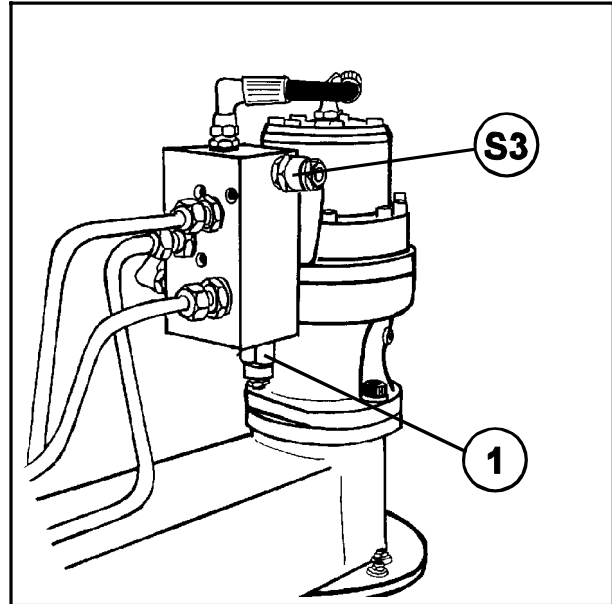

Bild 14-5
- c) **Sicherheitsventil an der Minuseite. (S3, Abb.14-5).**
- d) **Stromregelventil. (Pos. 1, Abb. 14-5).**